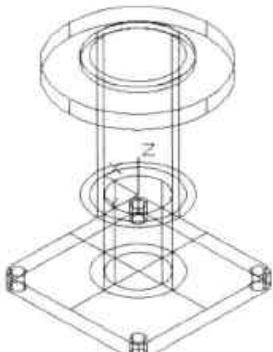

图13-60 绘制圆柱体
**Step13** 再次执行“圆柱体”命令，将圆心坐标设为(0, 0, 63)，绘制直径为80mm、高8mm的圆柱体，如图13-60所示。